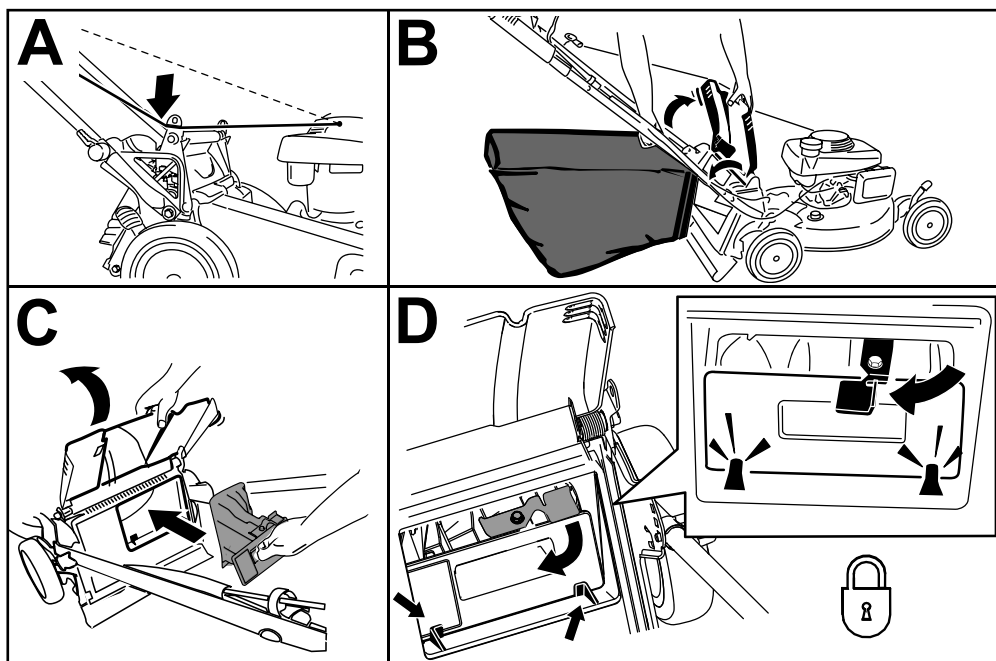

Figura 18
1. Avvolgete il cavo di avviamento attorno al guidacavo inferiore (A nella Figura 18).
2. Sollevate il deflettore posteriore e tenetelo sollevato, quindi sollevate il cesto di raccolta afferrandolo dalla maniglia ed estraendolo dalle tacche delle staffe della stegola (B della Figura 18).
3. Installate il coperchio posteriore (C nella Figura 18).
Importante: Verificate che il coperchio posteriore sia montato. Per bloccare il coperchio, premetelo con forza finché non scatta in posizione dietro le linguette e ruotate la leva sul coperchio a sinistra (D nella Figura 18).